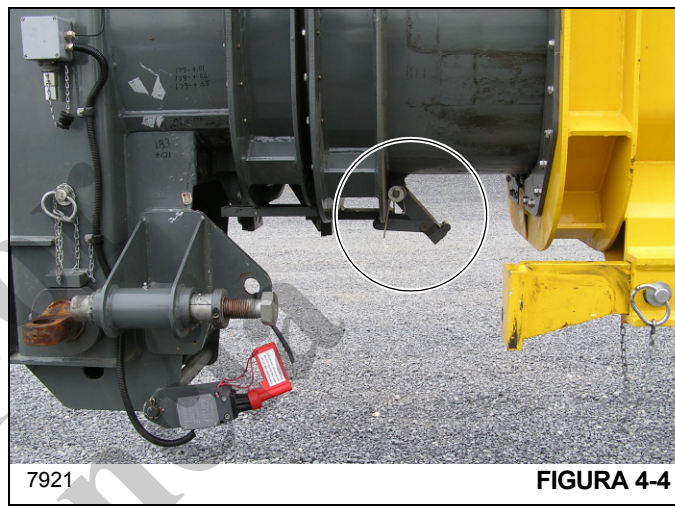

FIGURA 4-4
4. Extienda la pluma lo suficiente para desengranar el bloque de tope bajo tensión de resorte de la pluma (Figura 4-4).